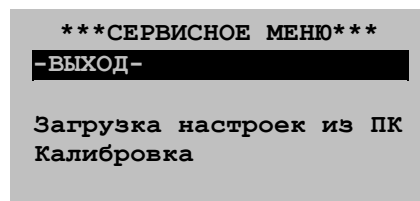

Рис. 3
7.7.3.5 «Сервисное меню» калибратора КТП-2 (рис.3)